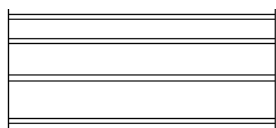

图 2-55 绘制俯视图
② 单击“默认”选项卡“绘图”面板中的“直线”按钮 ，绘制两条直线，端点分别为 { (0,2), (@100,0) } 和 { (0,16), (@100,0) }，结果如图 2-55 所示。
(4) 绘制左视图构造线。